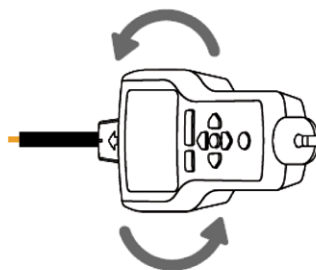

Figure 3.1i :
6. Pour vérifier la direction du fil, tournez de temps en temps le récepteur de 90 degrés. L'intensité du signal sera la plus élevée si le fil est aligné avec la rainure du capteur de pointe (Figure 3.1i).